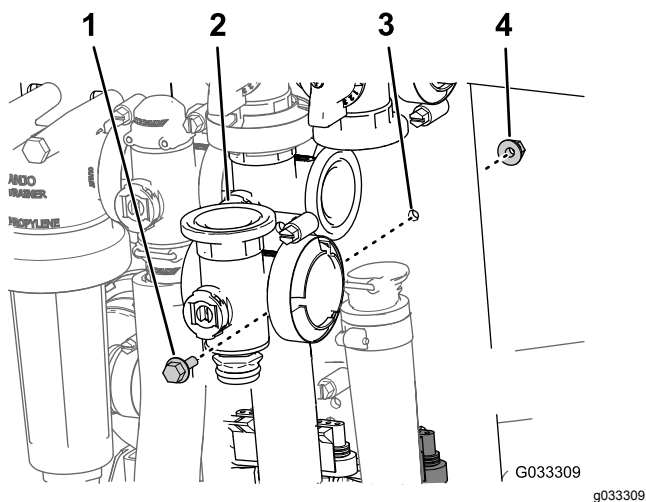

Рисунок 67
3. Выверните болт с фланцевой головкой и фланцевую контргайку, которые крепят главный клапан секций к опоре крепления, и снимите коллектор клапана с машины (Рисунок 67).